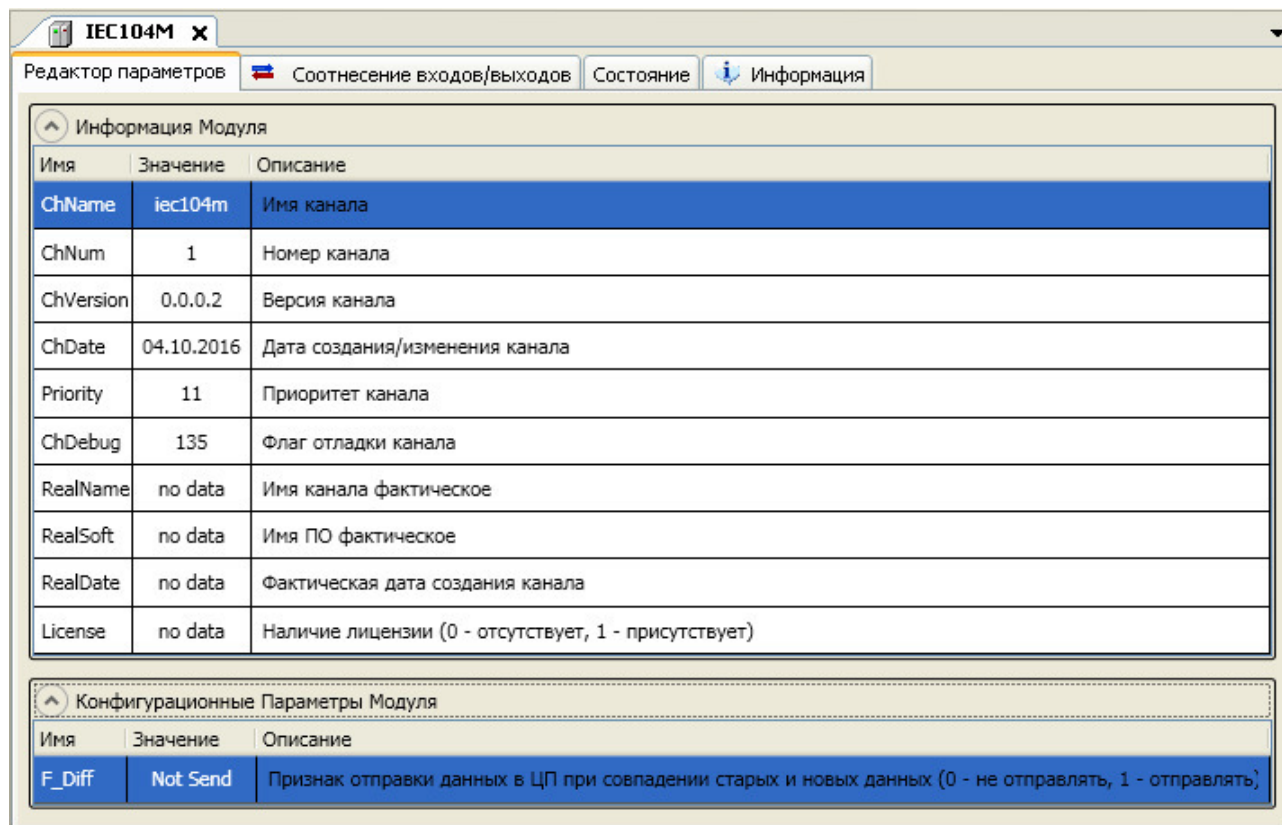

Рисунок 31 – Модуль IEC104M. Закладка Редактор параметров
- 2 Перейти на закладку *Редактор параметров* (рисунок 31).